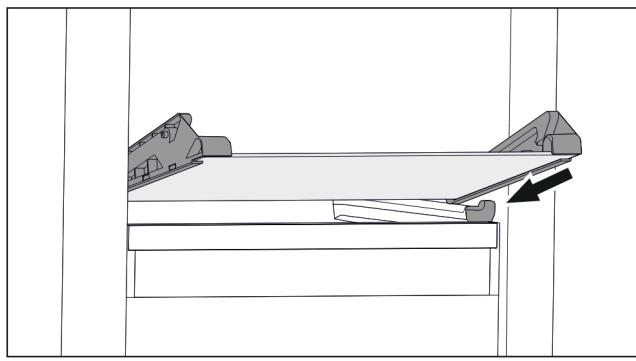

Fig. 98 可倾斜抽屉的玻璃隔板
- ▶ 将玻璃隔板斜放在止动器后面。(参见 Fig. 98)